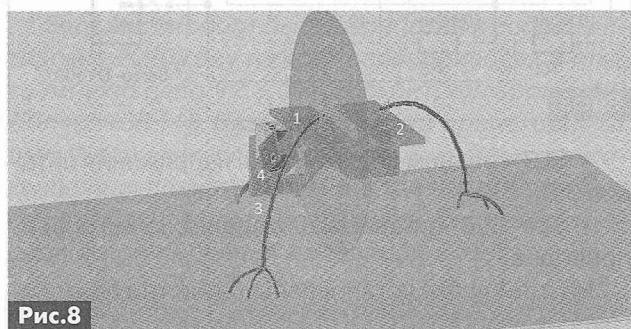
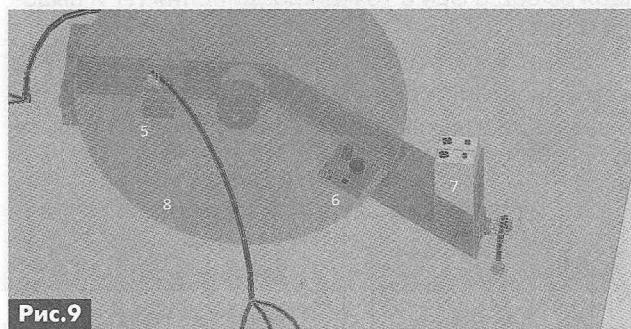
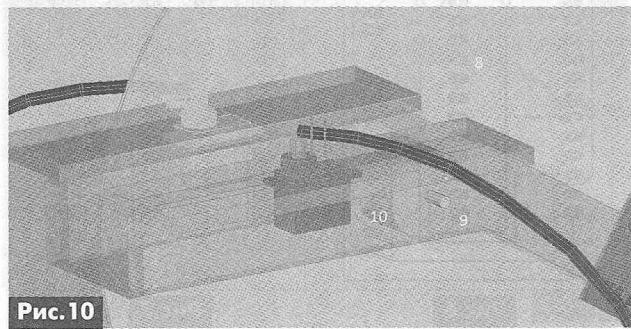

Рис.8
Рис.9
Рис.10
Основой конструкции робота служит несущая рама в виде коробки, внутри которой находится основное колесо. На несущей раме по периметру располагаются сервоприводы 1, 2, 3 (см. 1, 2 и 3 **рис.8**) и плата управления (4 **рис.8**). На **рис.9** можно увидеть один сервопривод (5) с «лапой» (ногой), плату стабилизатора (6), два аккумулятора (7) и основное колесо из оптического диска (8). На **рис.10** можно увидеть, что оптический диск расположен на втулке (10) диаметром 10 мм, внутри которой находится ось (9) диаметром 2 мм. Втулка 10 мм не позволяет диску наклониться в стороны во время движения. Ось 2 мм скользит внутри отверстий корпуса. При передвижении робота наклоняется вбок, опираясь на одну из ног, одновременно переставляет вторую ногу. Равновесие робота поддерживается за счет трех точек упора: